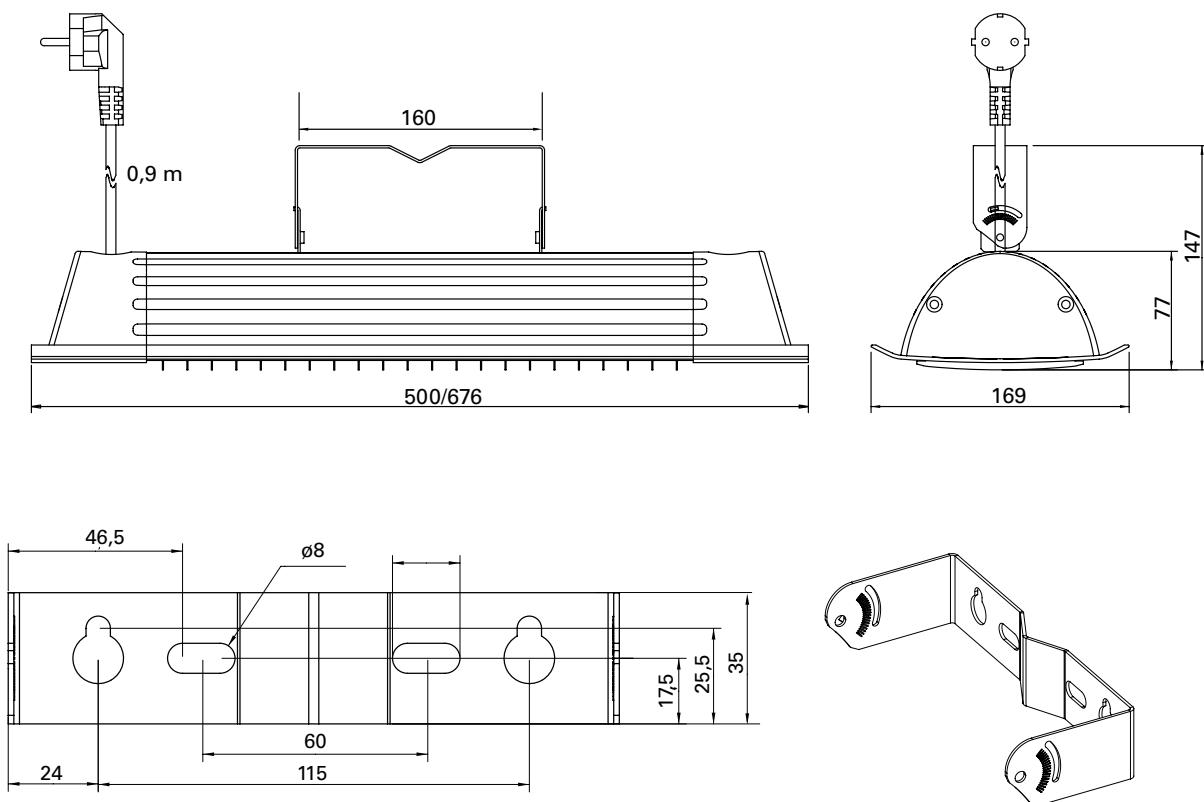

Fig. 1: Wall bracket
1. Fest konsollen på veggen, se fig. 1. Vær oppmerksom på at veggkonsollen ikke bare må monteres med skruene i nøkkelhullene.